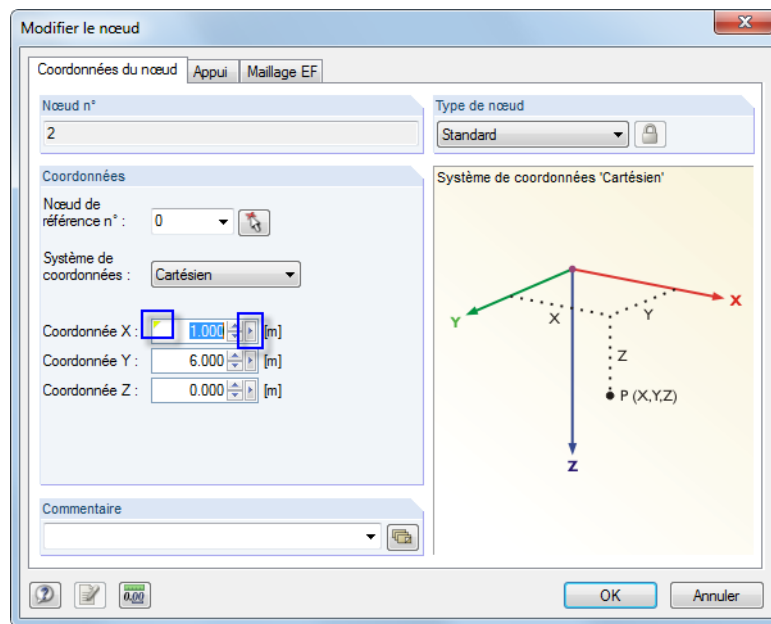

Figure 11.139 : Boîte de dialogue avec la formule associée et le bouton de fonction
- utilisez les boutons de fonction près des champs d'entrée dans les boîtes de dialogue (voir la Figure 11.139).